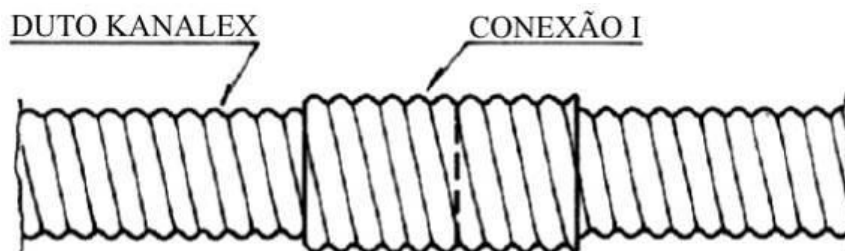

Figura 31
- d) Posicionar os dutos de topo e retornar a conexão I até que a mesma sobreponha igualmente os dutos (Figura 31).